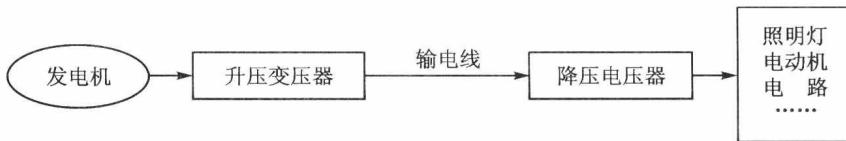

图 1-2 电力系统供电示意图
① 电能的传输、分配和转换 在电力系统中, 电压、电流功率大, 称为“强电”, 电路可以实现电能的传输和转换。如图 1-2 所示的电力系统中, 发电机是电源, 发出的电压经升压变压器提高电压, 再经输电线传输给降压变压器把电压再降低, 最后分配给各用户用电, 用电设备再把电能转换为其他形式的能量。